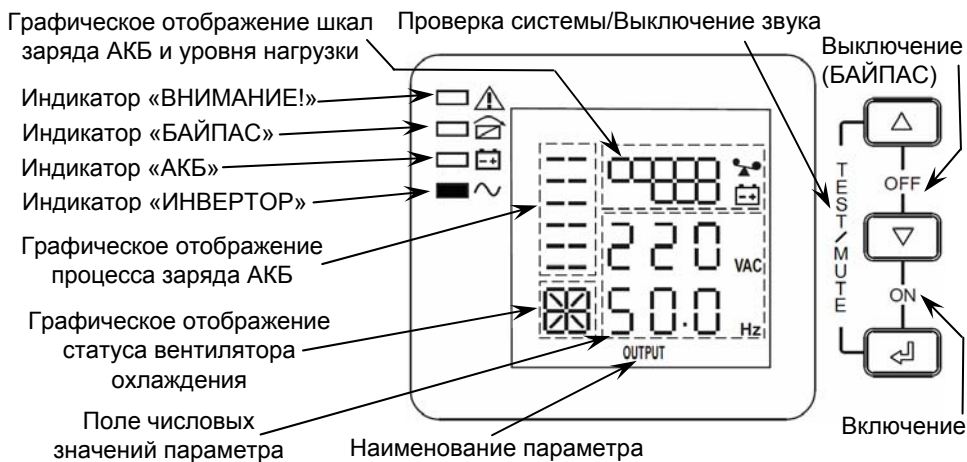

Рисунок 3 – ЖК-дисплей на передней панели (отображены выходные параметры изделия (OUTPUT)).
**На ЖК-дисплее** отображаются значения основных параметров изделия (см. рисунок 3).
-  При наличии напряжения питающей сети в пределах допустимого диапазона (см. п. 1...п. 3 таблицы 1) изделие питает нагрузки и осуществляет заряд АКБ. На ЖК-дисплее отображается величина выходного напряжения и значение его частоты (см. рисунок 3).